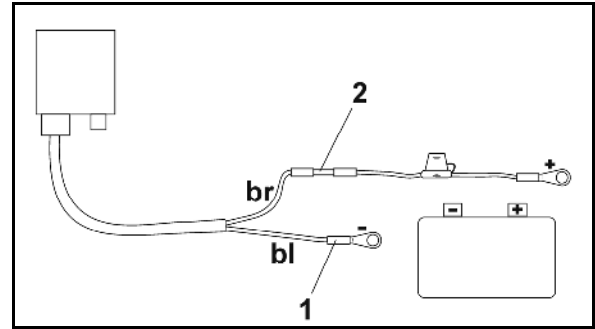

图 17
5. 将蓝色电缆线（地线）导入到环形舌片中（图 17/1）。
7. 将棕色电缆线（+ 12 Volt）导入到对接连接器（图 17/2）的空余一端。
9. 通过热源（打火机或电吹风）将对接连接器（图 17/2）加热，直至胶粘剂流出。